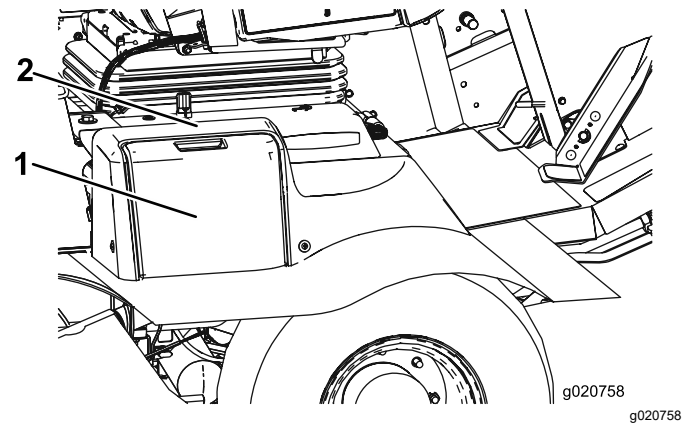

Figura 94
1. Abra la tapa de la batería, situada en el lado de la cubierta (Figura 94).
Nota: Presione hacia abajo sobre la superficie plana situada encima de la tapa de la batería para facilitar la apertura de la tapa (Figura 94).